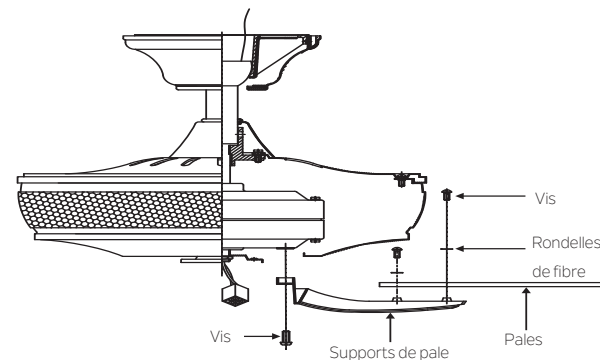

Fig. 16
**Étape 1.** Fixer une pale sur un support de pale à l'aide des vis et rondelles de fibres fournies. (Fig. 16)
**Étape 2.** Fixer chaque support de pale sur le moteur à l'aide des vis de montage « préinstallées » sur les supports de pale. (Fig 16)